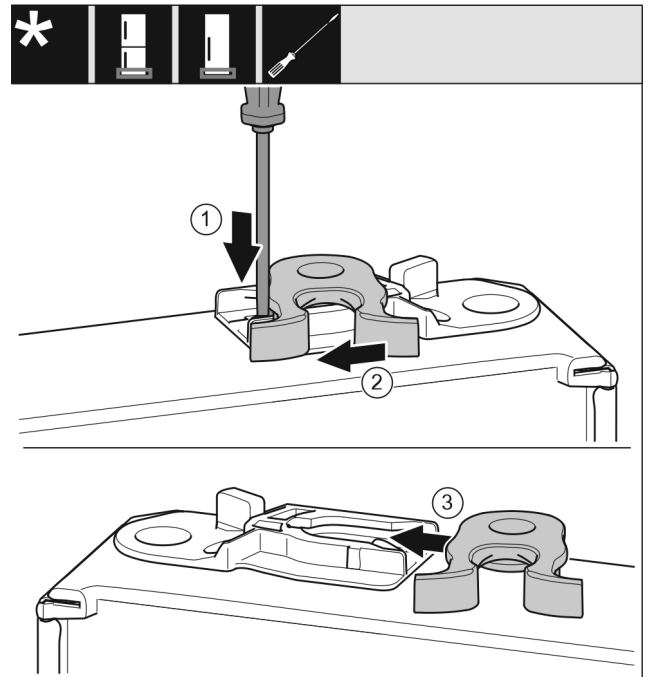

Fig. 19
- ▶ За допомогою шліцевої викрутки притисніть униз накладку. Fig. 19 (1)
- ▶ Витягніть із напрямної запірний гачок. Fig. 19 (2)
- ▶ Вставте запірний гачок у напрямну з іншого боку. Fig. 19 (3)